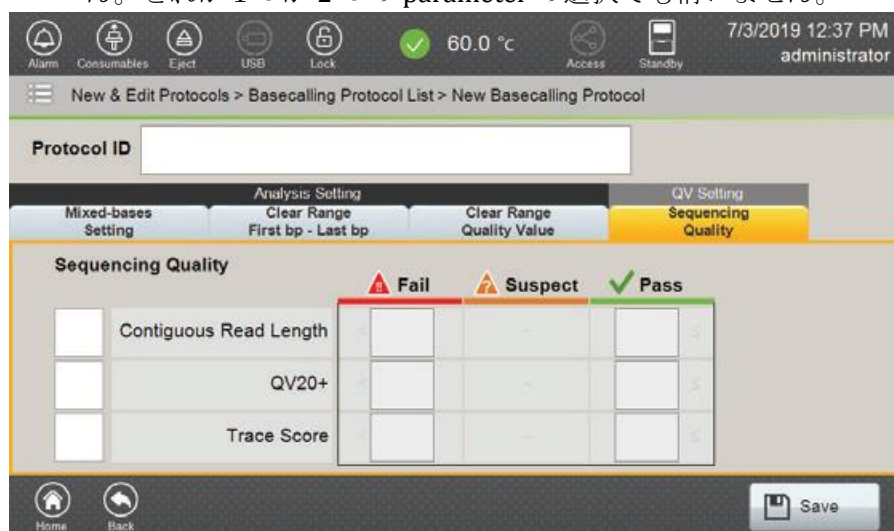

図 126 Sequencing Quality タブ
Sequencing Quality	データの Pass や fail を判断する CRL、QV20+、Trace Score 値を決めます。（図 126）これらの Pass と Fail の設定値の間にあるデータは、Suspect としてフラグが立てられます。（データが許容できるか、再度ランが必要かどうかを判断するために、Result タブで確認することをお勧めします。）CRL、QV20+、Trace Score の定義に関するセクション 5.7 の Result タブをご参照ください。 ソフトウェアが許可する CRL の最小値と最大値は、それぞれ 1bp と 800bp です。Fail の項目に入力する値は、Pass の項目の値より常に小さくしなければなりません。 QV20+の最小値と最大値は、それぞれ 1bp と 800bp です。Fail の項目に入力する値は、Pass の項目の値より常に小さくしなければなりません。 Trace Score の最小値と最大値は、それぞれ 1 と 60 です。Fail の項目に入力する値は、Pass の項目の値より常に小さくしなければなりません。
8. Sequencing Quality タブ (図 126) を選択し、CRL、QV20+、Trace Score 値を pass する最小値と fail する最大値のデフォルト設定を明確にしてください。Sequencing quality を評価するために、CRL、QV20+、Trace Score の左にある適切なボックスにチェックを入れて、使用するパラメーターを選択してください。